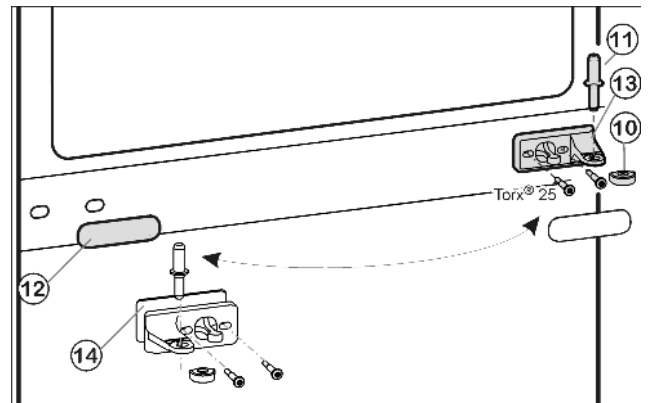
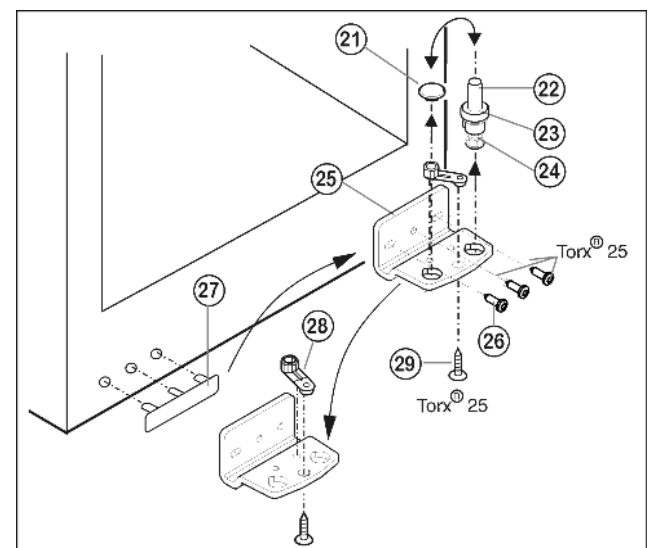

Fig. 5
Fig. 6
- ▶ Middelste lagerbout Fig. 5 (11) uit de lagerbus en de onderste deur uittrekken.
- ▶ Kunststof kapje Fig. 5 (10) afnemen.
- ▶ Middelste lagerbus Fig. 5 (13) losschroeven (2 maal Torx® 25).
- ▶ Afdekplaat Fig. 5 (12) voorzichtig afhalen.
- ▶ Middelste lagerbus met Fig. 5 (14) onderlegschijfje Fig. 5 (13) 180° gedraaid aan de nieuwe scharnierkant **goed (met 4 Nm)** vastschroeven.
- ▶ Afdekplaat Fig. 5 (12) 180° gedraaid aan de nieuwe greepzijde weer vastklikken.
- ▶ Lagerbout Fig. 6 (22) compleet met schijfje Fig. 6 (23) en stelvoetje Fig. 6 (24) naar boven eruit trekken.
- ▶ Stop Fig. 6 (21) eraf halen.
- ▶ Lagerbus Fig. 6 (25) losschroeven Fig. 6 (26).
- ▶ Lagerdeel *Fig. 6 (28)* losschroeven *Fig. 6 (29)* en in het tegenoverliggende opnamegat van de lagerbus omzetten en weer vastschroeven.
- ▶ Afdekking aan de greepzijde *Fig. 6 (27)* voorzichtig optillen en op de tegenoverliggende zijde plaatsen.
- ▶ Lagerbus *Fig. 6 (25)* aan de nieuwe scharnierzijde evt. met behulp van een accuschroevendraaier weer **goed (met 4 Nm)** vastschroeven.
- ▶ Stop *Fig. 6 (21)* weer in het andere gat aanbrengen.
- ▶ Lagerbout *Fig. 6 (22)* compleet met schijfje en stelvoetje weer aanbrengen. Er daarbij erop letten, dat de sluitnok naar achter wijst.
- ▶ Plaats de onderste deur van boven op de onderste lagerbout *Fig. 6 (22)*.
- ▶ Het kunststof kapje *Fig. 5 (10)* weer op de middelste lagerbus *Fig. 5 (13)* zetten.
- ▶ Middelste lagerbout *Fig. 5 (11)* op de nieuwe scharnierzijde in de onderste deur plaatsen door de middelste lagerbus *Fig. 5 (13)*.
- ▶ Bovenste deur op de middelste lagerbout *Fig. 5 (11)* zetten.
- ▶ De deuren eventueel via de beide langgaten in de onderste lagerbus *Fig. 6 (25)* en middelste lagerbus *Fig. 5 (13)* ten opzichte van de kast uitlijnen. Eerst de middelste schroef in de onderste lagerbus *Fig. 6 (25)* uitdraaien.